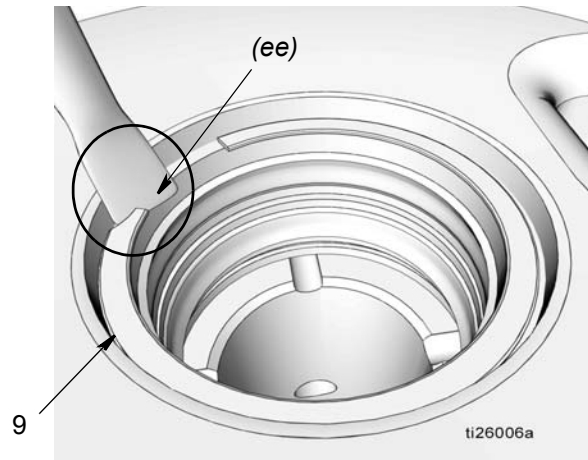
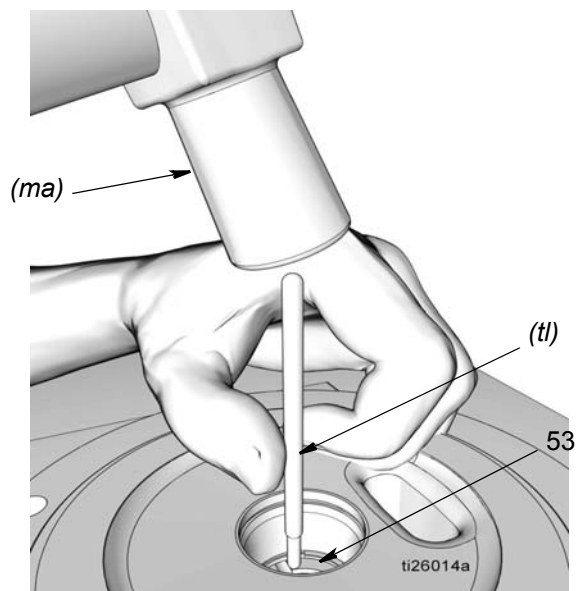

FIG. 25
FIG. 26
- a. Glisser la lame d'un petit tournevis à tête plate sous l'extrémité effilée (ee) de l'anneau de retenue (9) pour déposer l'anneau comme montré sur la FIG. 25.
- b. Retirer l'entretoise conique (10), le joint (11) et l'entretoise (12).
- c. Glisser la lame d'un petit tournevis à tête plate sous l'extrémité effilée (ee) de l'anneau de retenue (51) pour déposer l'anneau comme montré sur la FIG. 25. **NE PAS ENLEVER LE DERNIER ANNEAU DE RETENUE (51).**
- d. Retirer l'entretoise (12), le joint (11) et l'entretoise (12).
19. Utiliser une tige en laiton doux (*tl*) et un marteau (*ma*) pour extraire le manchon (53) de l'élément de pompe (1) en tapant doucement dessus (FIG. 26).